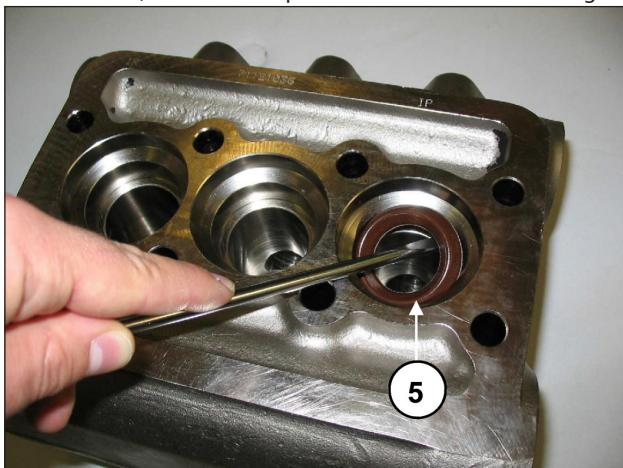

Abb. 21
C) Ziehen Sie mithilfe einfacher Werkzeuge die HD-Dichtungen vom Kopf ab und die ND-Dichtungen aus ihrer Halterung heraus (siehe Abb. 21, Pos. ⑤, und achten Sie darauf, nicht die entsprechenden Sitze zu beschädigen).